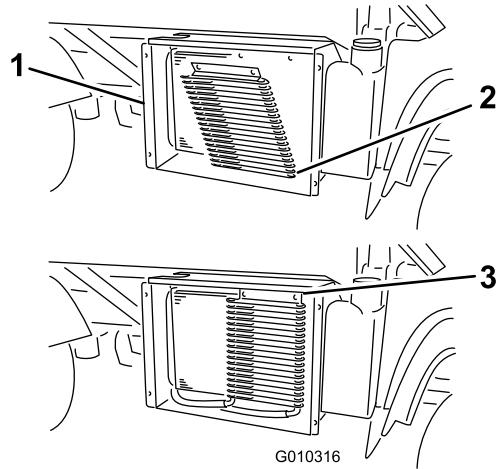

Figura 15
1. Introduzca las pestañas de montaje del enfriador en las ranuras situadas debajo del radiador (Figura 15).
2. Gire el enfriador hacia arriba y sujetelo con los cierres de 1/4 de giro del radiador (Figura 15).